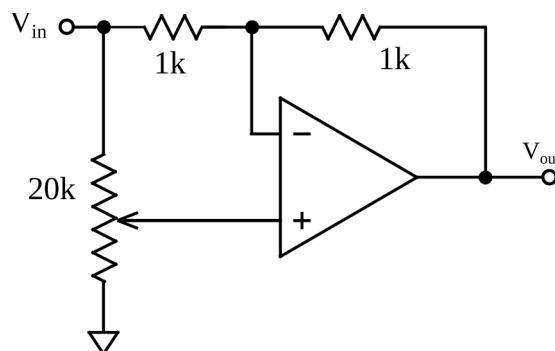

Figura 5: Amplificador de ganancia variable
En el circuito de la figura 5, cuál es la ganancia en voltaje cuando el potenciómetro de ganancia está ajustado al máximo? Y al mínimo? Y en el centro?
- *Amplificador de ganancia variable:* Arme el circuito de la figura 5 y releve la ganancia de una señal de aproximadamente 500 Hz en función del valor de la resistencia de ajuste. Compare con el valor esperado.